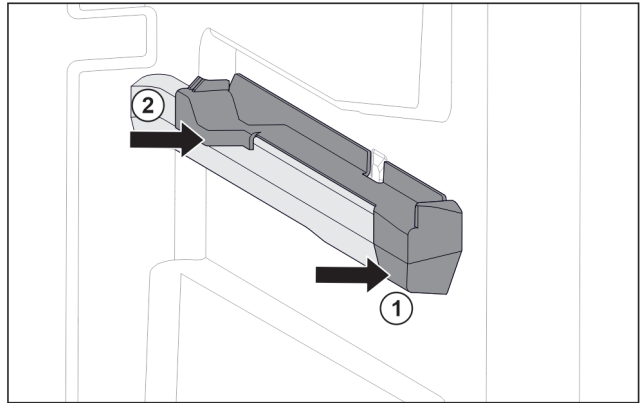

Fig. 57 Aufsichtsteil auf der rechten Behälterrippe
- ▶ Aufsichtsteil vorne an Behälterrippe ansetzen. Fig. 57 (1)
- ▶ Aufsichtsteil hinten andrücken. Fig. 57 (2)